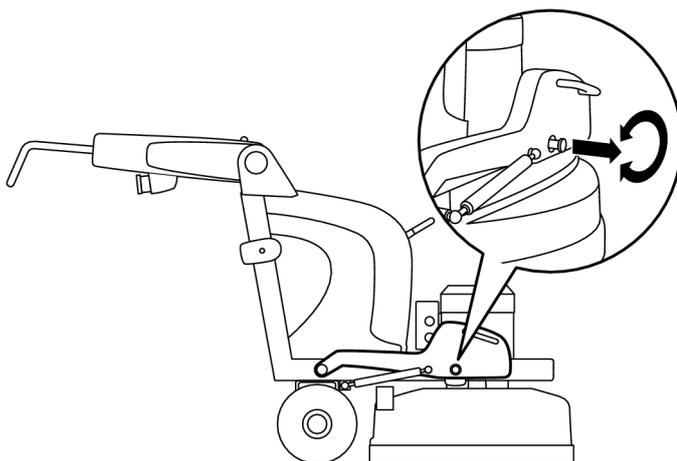

Figure 4-5. Poids en position avant
- Tirez sur chaque cheville et verrouillez-les dans cette position sortie en les tournant dans le sens de la flèche, voir Figure 4-5, page 19.
Pour obtenir une pression de ponçage supérieure et par conséquent une puissance de ponçage supérieure, les poids doivent être réglés en position avant, voir Figure 4-5, page 19.